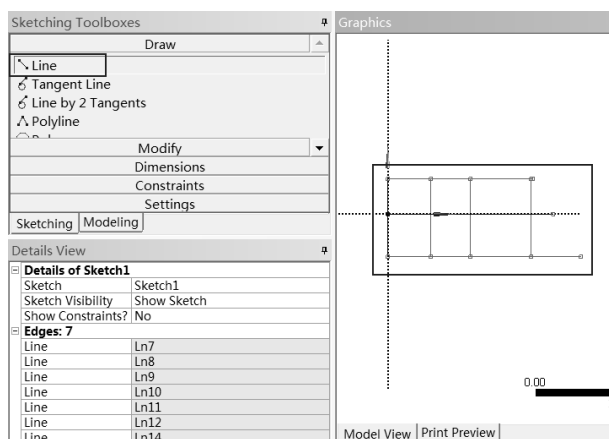

图 2-100 草绘
Step4: 切换到 Sketching 草绘模式后, 选择 Draw Line 命令, 在绘图区域绘制如图 2-100 所示的图形。